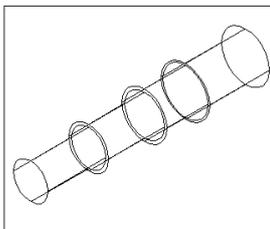
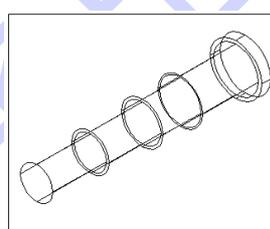

图 15-75
图 15-76
(7) 设置用户坐标系。在命令行直接输入 `ucs`，设定新的坐标原点为  $(0, 0, -41)$ 。
(8) 作圆柱体。单击  按钮或者在命令行直接输入 `cylinder`。底面圆心为  $(0, 0, 0)$ ，半径为 24，高度为 -60，结果如图 15-75 所示。
(9) 设置用户坐标系。在命令行直接输入 `ucs`，设定新的坐标原点为  $(0, 0, -60)$ 。
(10) 作圆柱体。单击  按钮或者在命令行直接输入 `cylinder`。底面圆心为  $(0, 0, 0)$ ，半径为 27.5，高度为 -10，结果如图 15-76 所示。